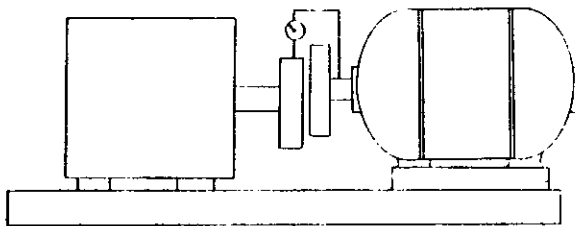

Fig. 4-4 Borde de la parte superior a la inferior
1. Fije el indicador en cero en la posición de 12 en punto. (Fig. 4-4).